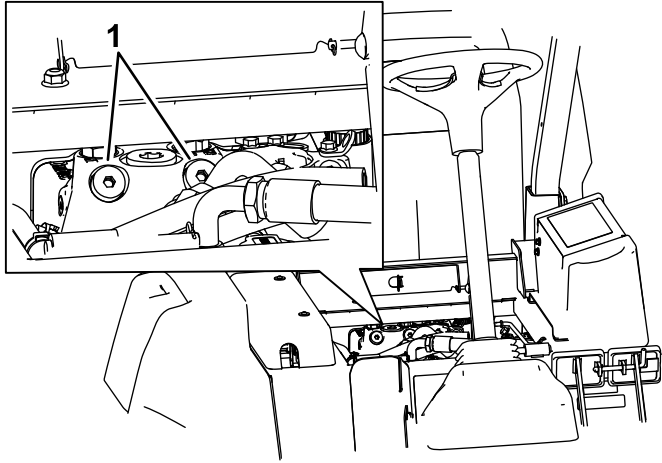

Bild 72
1. Klappen Sie den Sitz hoch und ermitteln Sie die Sicherheitsventile, die sich unter der Vorderseite des Kraftstofftanks befinden (Bild 72).